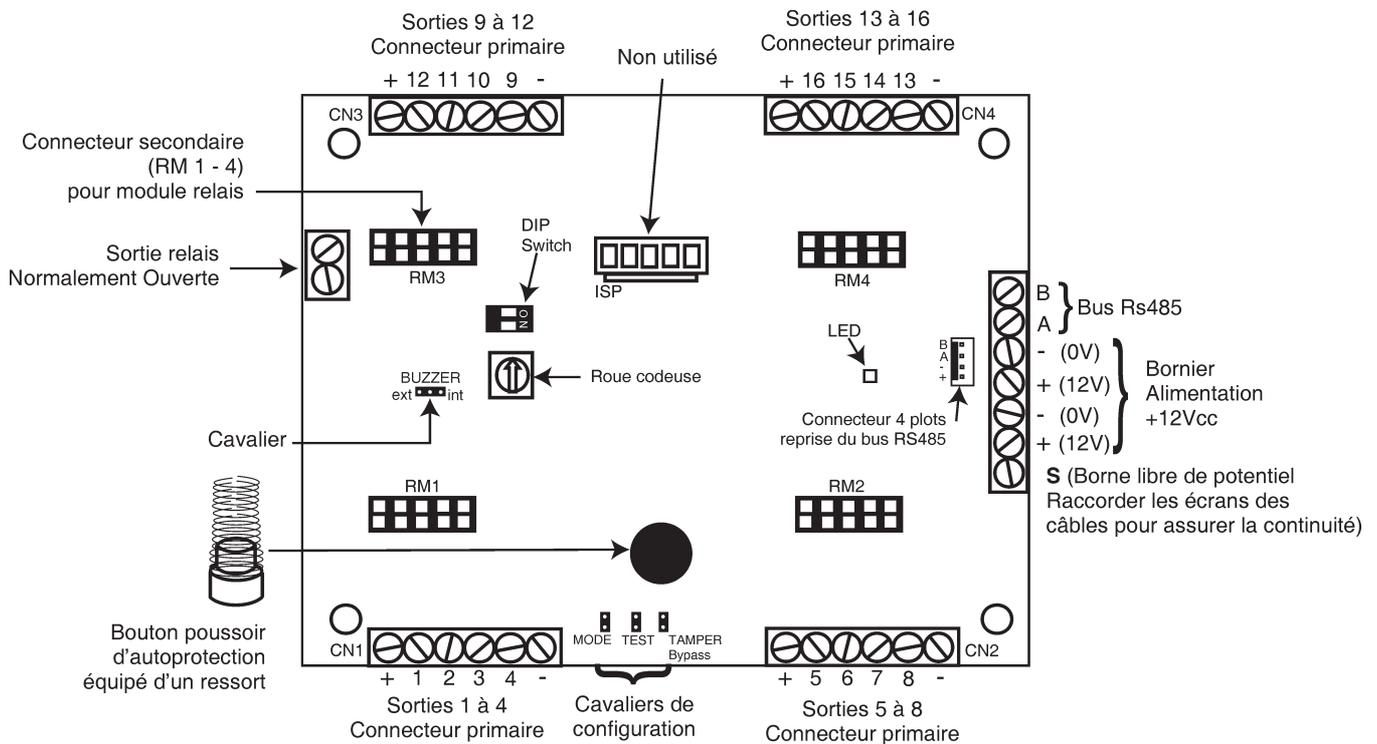

Figure 3-6. Module Sorties.
La première adresse - adresse de base - est fixée par l'intermédiaire de la roue codeuse **SW** (voir figure 3.6 au-dessus). Les 3 suivantes sont : adresse de base + 1, + 2 et + 3. Par exemple, Lorsque la roue codeuse est placée sur **00**, les 4 adresses sont **00, 01, 02 et 03**.
**Les connecteurs secondaires** : Les 4 connecteurs RM1, RM2, RM3 et RM4 permettent la connexion de module Relais (voir figure 3-6, page précédente). Les sorties disponibles sur les modules relais sont de type contact sec (libre de potentiel), avec un pouvoir de coupure de **4A/230Vca**, par sortie. Le module relais ne requiert pas d'alimentation externe.
Les modules Sorties sont dotés d'une sortie d'information de changement d'état. Lorsqu'une des sorties du module Sorties change d'état (activation), cette sortie est activée. Cette sortie est contrôlée par le cavalier BUZZER (voir figure 3-6, page 3-19), comme suit :